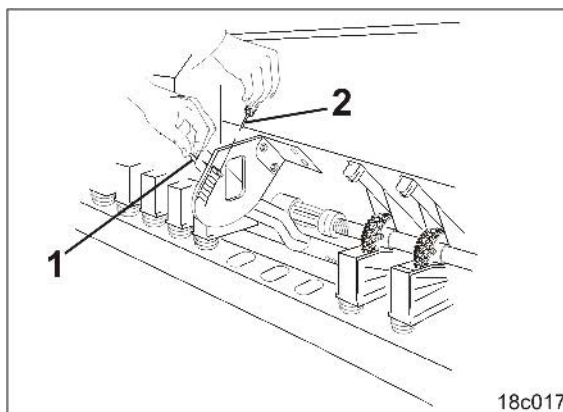

Рис. 112
1. Зафиксируйте рычаг клапана высевной коробки (Рис. 112/1) в одном из 8 положений.
2. Зафиксируйте рычаг клапана высевной коробки шплинтом с кольцом (Рис. 112/2).